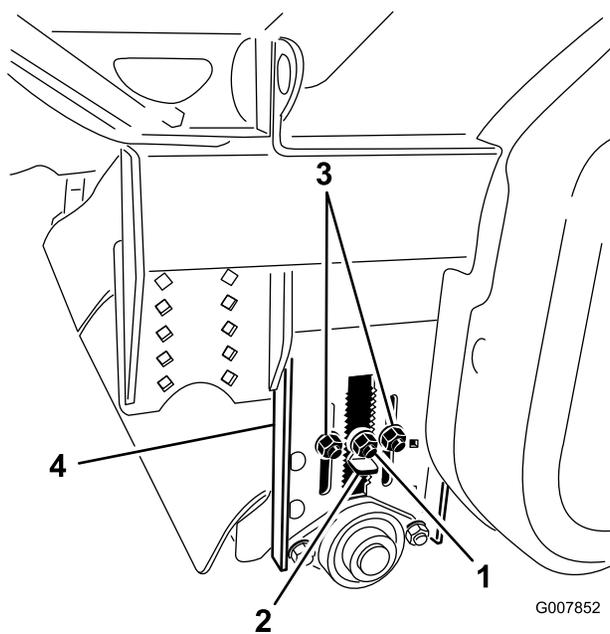

Figura 30
- Antes de nivelar o processador core, certifique-se de que a altura da escova de recolha e rolo traseiro está correctamente ajustada à altura de corte (Figura 30). Se o processador core estiver equipado com uma nova escova, a tabela de ajuste do rolo traseiro pode ser consultada para ajustar o rolo traseiro na altura correcta de corte de relva.